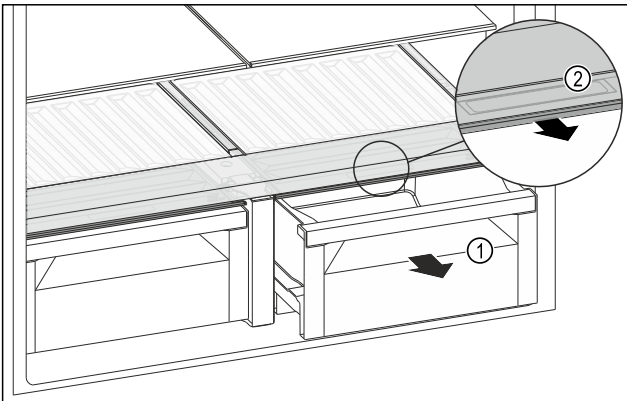

Fig. 131
- Çekmece bölmesini Fig. 131 (1) çekerek çıkarın.
- Raf kapağındaki tutma boşluğundan Fig. 131 (2) tutun ve aynı anda raf kapağını öne doğru çekin.